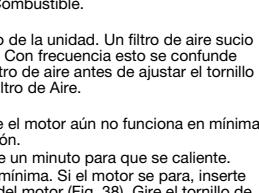

Fig. 39
- Quite los dos (6) Tornillos de encima de la tapa del motor con un destornillador de pala o Torx #25 (Fig. 39).
- Saque la cubierta del motor (Fig. 39).
- Apague el motor y espere que se enfríe. Retire los seis (6) tornillos de la parte posterior de la tapa del motor con destornillador de cabeza plana o Torx No. T-25 (Fig. 39).